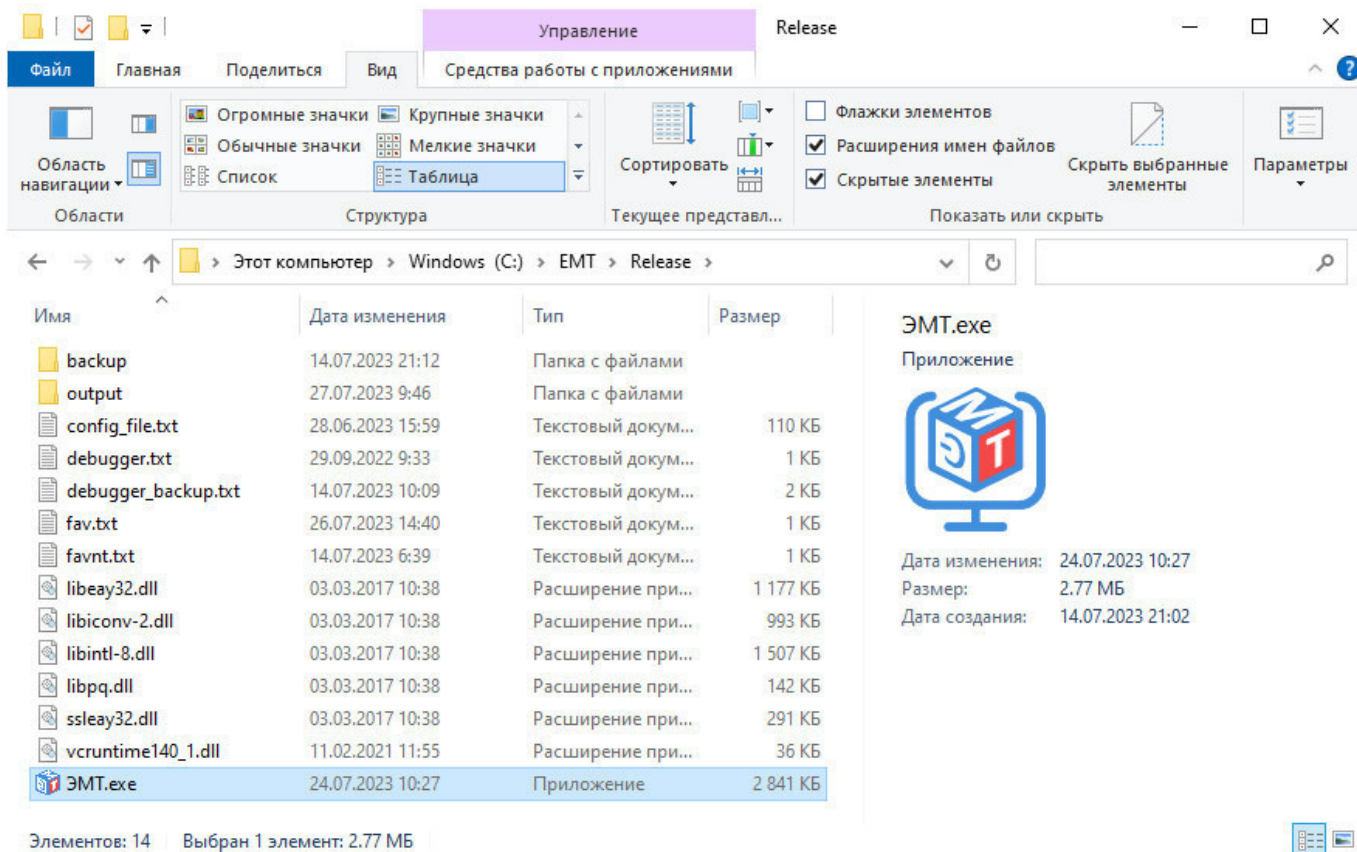

Рисунок 2 – Вид папки с установленным ПО «Эмулятор ТПТС» в Проводнике ОС Windows
- 4) открыть в Проводнике ОС Windows, выбранную для установки папки (см. рисунок 2);